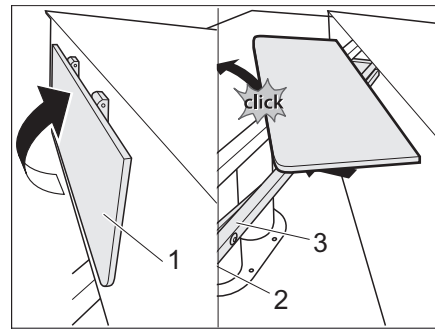

Fig. 112 Installer le bord d'appui
- Déverrouiller le bord d'appui (Fig. 112,1) et le basculer vers le haut jusqu'à ce qu'il s'encliquète.